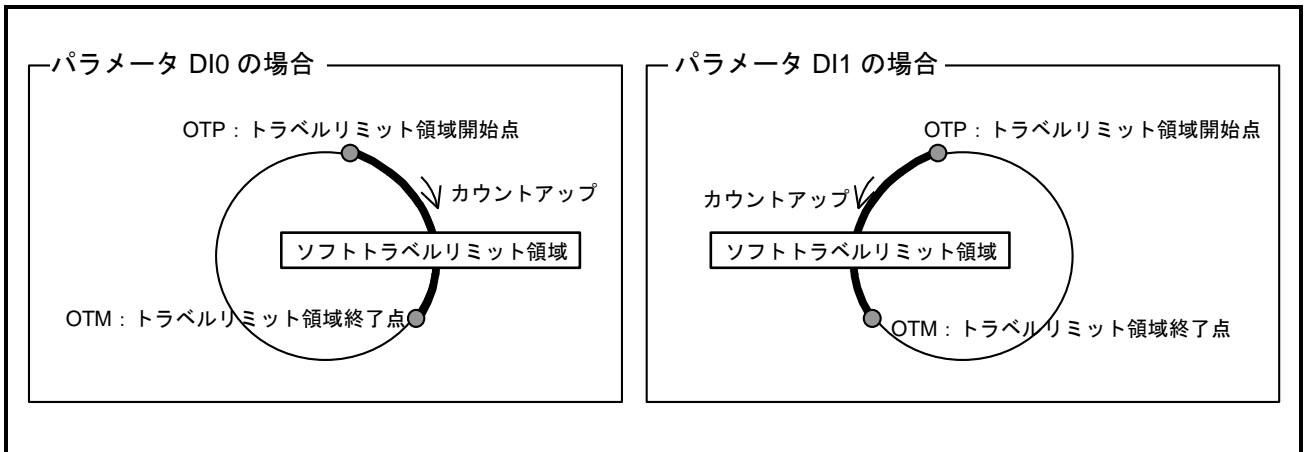

図 6-4 : ソフトトラベルリミット領域
- ソフトトラベルリミット領域は、パラメータ OTP, OTM : ソフトトラベルリミット によって設定します。リミット領域は「図 6-4 : ソフトトラベルリミット領域」に示すように、パラメータ OTP を基点として、座標カウントアップ方向に OTM までがリミット領域となります。